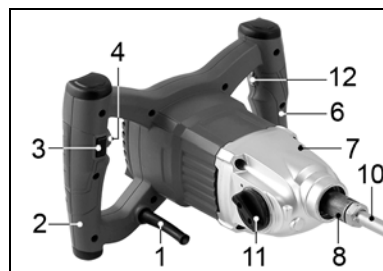

Рис. 5.
8.3. Переключение скоростей для машин моделей МЭ-2 1400ЭМ и МЭ-2 1600ЭМ (Рис. 5)
8.1. Включение (Рис. 5)